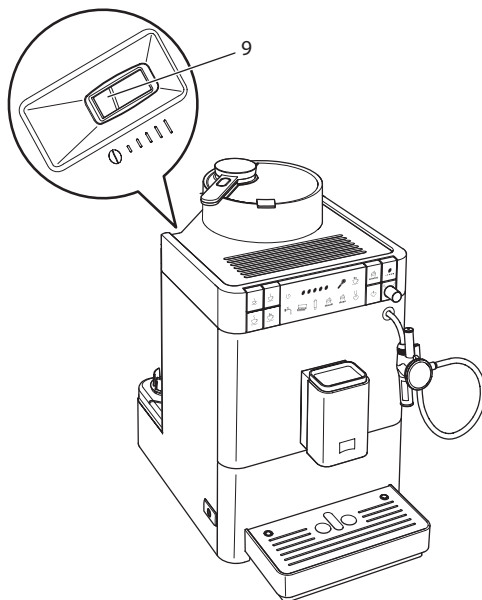

Fig. 14: *Leva per la regolazione del grado di macinazione (Caffeo® Varianza® CS)*
- » Sul corpo della macchina diventa visibile la leva "regolazione del grado di macinazione" (9).
2. Spostare la leva verso sinistra o verso destra, come illustrato nella Fig. 14.